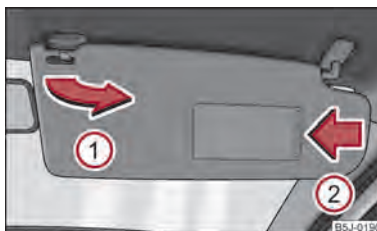

Fig. 29 Parasolarele: Rabatarea
Parasolarul șoferului și cel al pasagerului față pot fi scoase din suporturi și îndreptate către portiere ① ⇒ fig. 29.